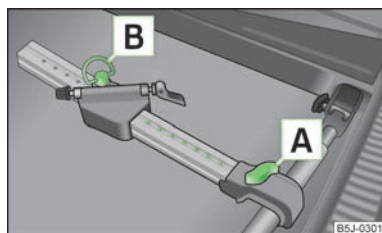

Fig. 55
- Desserrez légèrement la vis » fig. 55 et glissez le longeron (pièce en aluminium) vers la traverse jusqu'à ce que la fixation s'enclenche.
- Desserrez la vis » fig. 55 et poussez le porte-bicyclettes en même temps que la bicyclette fixée vers la gauche, de sorte que le guidon ne tape pas dans la vitre latérale du coffre à bagages.